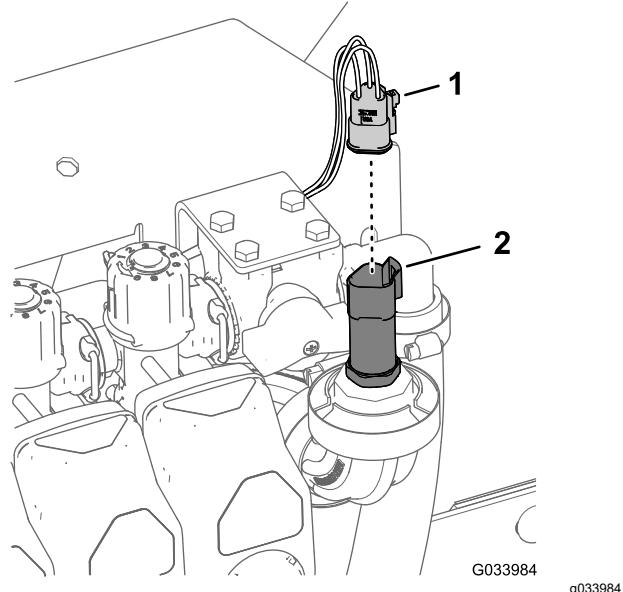

Bild 25
1. Ziehen Sie den 3-Buchsen-Stecker für den Druckwandler ab (Bild 25).